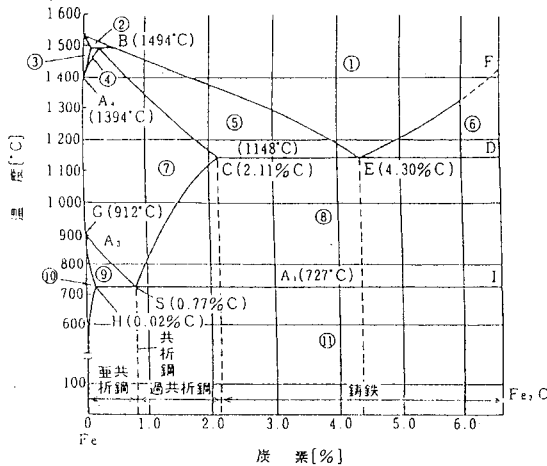

図1 炭素鋼の平衡状態図
2. 図1は炭素鋼の平衡状態図を示している。例えば図中の⑩の領域はα固溶体(別名(a)と呼ばれる)のみが存在し、軟らかくて(b)に富む材料である。また、⑦の領域はγ固溶体(別名(c)と呼ばれる)のみが存在し、軟らかくて(d)に優れた材料である。鉄に2.11%以上の炭素を加えると、固溶できない炭素は鉄と反応して炭化物を作る。この炭化物は(e)と呼ばれ、Fe₃Cの化学式で表される。(e)は硬くて(f)い性質がある。